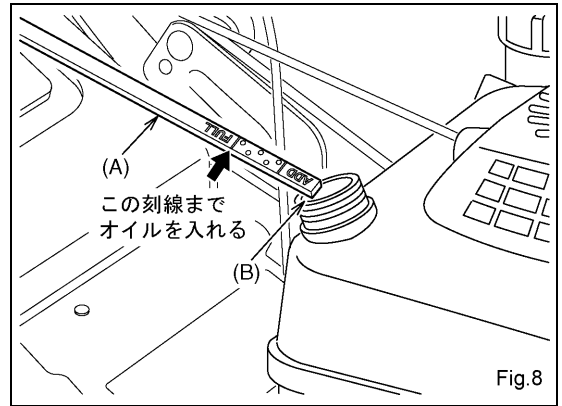

Fig.8
- (1) 給油プラグ（オイルキャップ）の回りをきれいに清掃して下さい。
- (2) 給油プラグをゆるめて給油口（B）から取り外し、オイルゲージ部分（A）をきれいな布で拭いて下さい。（Fig.8）
- (3) 給油プラグを給油口に差し込み、すぐ引抜いてオイルゲージに付着したエンジンオイルを見てエンジンオイル容量を点検します。
オイル補給量はオイルゲージの“FULL”の刻線の位置にオイルが来るようにして下さい。（Fig.8）